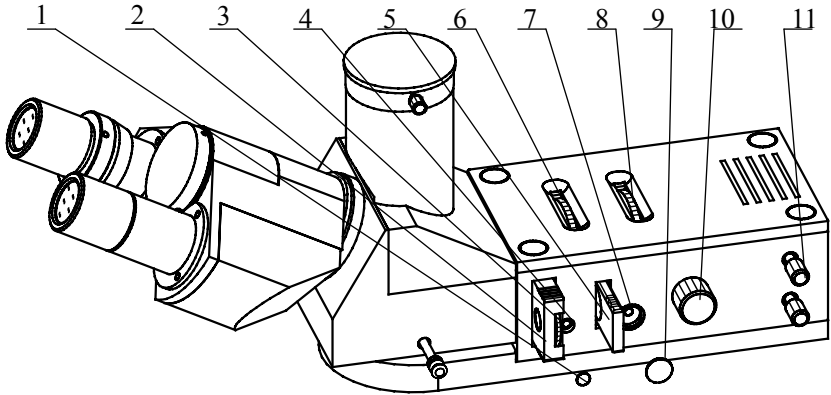

图 9
5. 落射照明部分,见图 9.
- 7) 检偏振片推杆连接整个检偏振座。推动带绿色环的推杆（图 11），仪器处于偏光观察工作状态。转动起偏振器时(图 9)，通过目镜观察明暗变化，可达到正交状态。